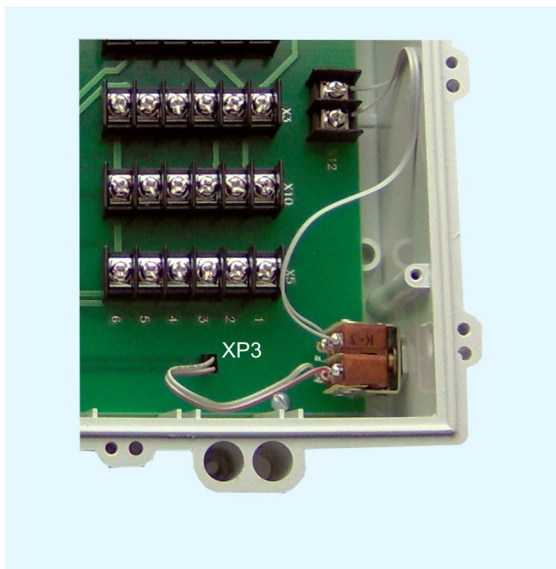

Рисунок 12 - Подключение тумблера Ревизия
3) Подключить шлейф с разъемом тумблера «Ревизия» к разъему ХР3 коммутационной платы блока БДК-Л-4М2, БДК-Л-3М2 (рисунок 12).